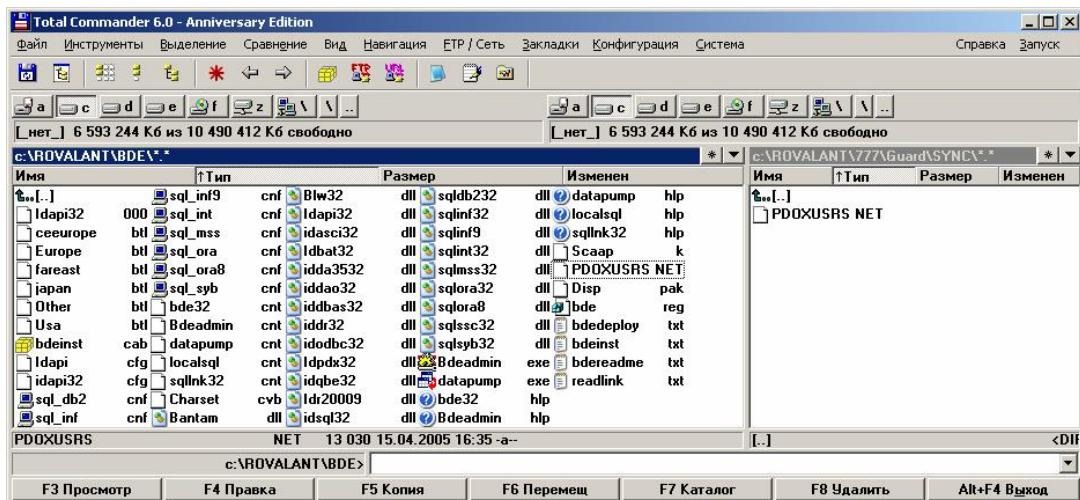

Рисунок 9.
- 1.10 Создайте в на сервере в каталоге **C:\ROVALANT\777\Guard** папку **SYNC** и скопируйте в неё файл **C:\ROVALANT\BDE\PDOXUSR.NET** (Рисунок 9)